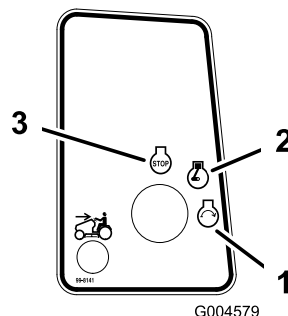

Figura 12
6. Gire la llave de contacto en el sentido de las agujas del reloj y manténgala en posición Arranque (Figura 12). Cuando el motor arranque, suelte la llave.
2. Gire la llave de contacto a Desconectado (Figura 12).